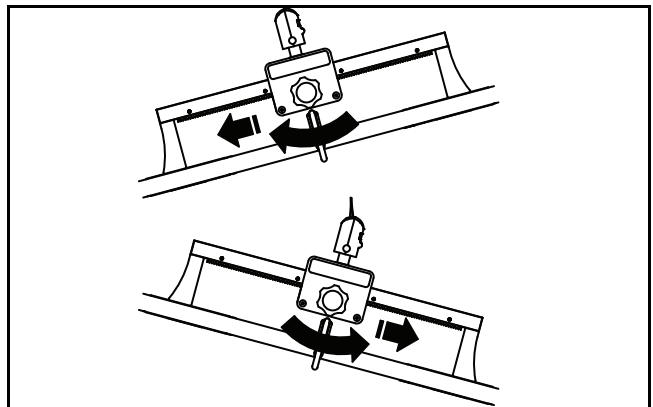

Fig. 10
- 4) Para que el bastidor de la camilla quede suspendido en posición horizontal, gire uno de los mandos para mover el soporte hacia el extremo más pesado (el que apunta hacia abajo) del bastidor de la camilla (consulte la Fig. 10).